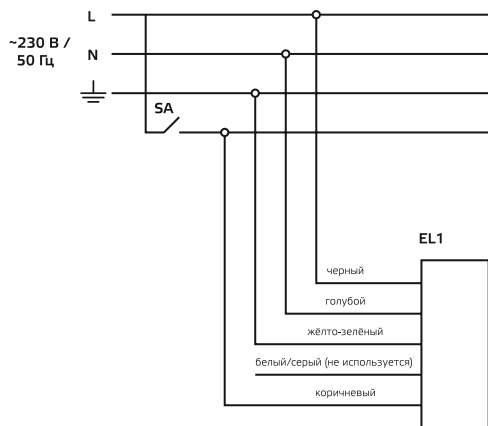

Рис. 1. Схема подключения светодиодного светильника
- Электрическое подключение светильника осуществляется через клеммную колодку, установленную на внутренней поверхности корпуса светильника в соответствии со схемой (рис.1). Подключите сетевой провод к контактам клеммной колодки светильника строго в соответствии с маркировкой: N-нейтраль, L-фаза, заземление. Сечение проводников кабеля должно быть не более 2,5 мм2;